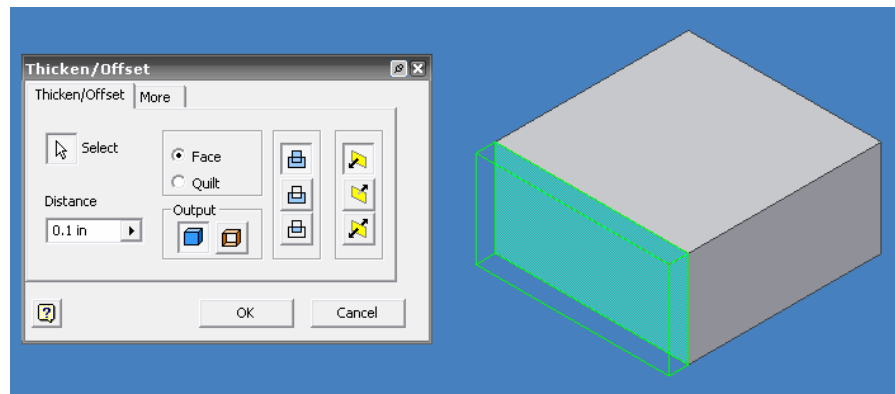

Figura 3.70 Vista previa del comando THICKEN/OFFSET, JOIN.
- Seleccione el plano que desee ensanchar e introduzca el valor numérico correspondiente, figura 3.70.